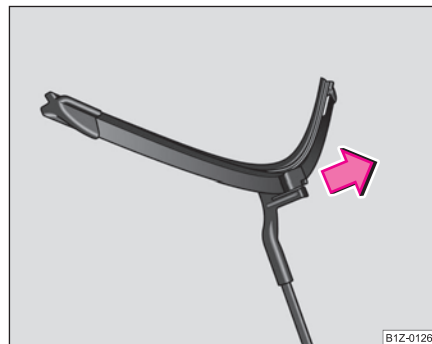

Fig. 56 Lamela ștergătorului de parbriz
- Trageți lamela în sensul indicat de săgeata ⇒ pagina 76, fig. 56 ⇒ .